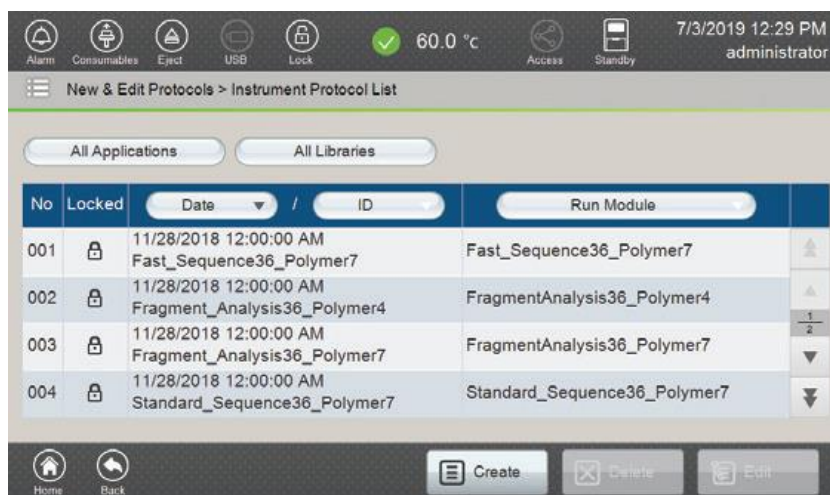

図 118 Instrument Protocol List 画面
1. New & Edit Protocols 画面（図 117）の **Instrument Protocol** を選択し、Instrument Protocol List 画面（図 118）を開いてください。